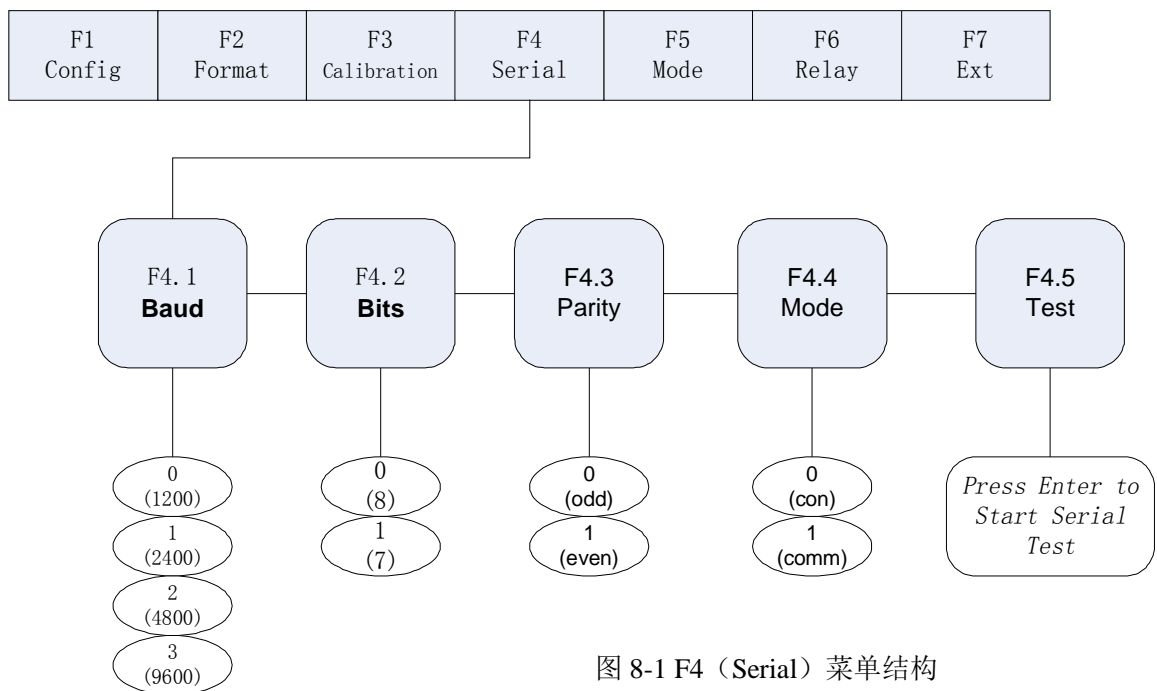
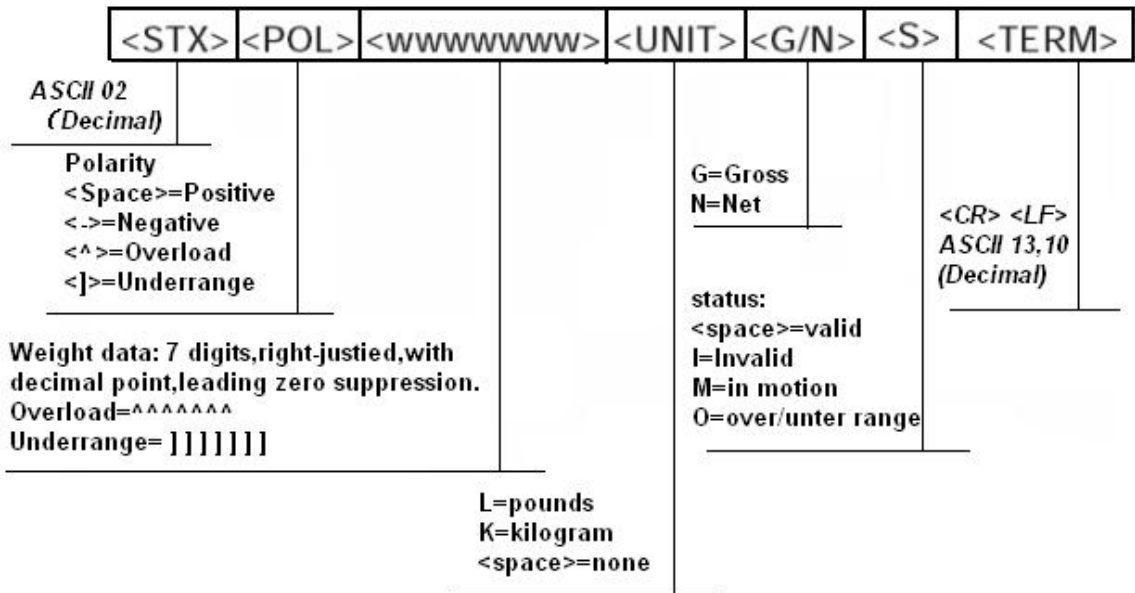

图 8-1 F4（Serial）菜单结构
图 8-2 连续发送模式数据发送格式
- (1) 使显示器进入设置工作状态（显示器显示“F 1”）。
- (2) 按 \blacktriangleright 键，直至显示器显示“F 4”（见图 8-1）。按 \blacktriangledown 键进入 F4 菜单，显示器显示“F 4.1”。
- (3) 当显示器显示“F 4.1”时，按 \blacktriangleright 键，直至显示器显示“F 4.4”。
- (4) 当显示器显示“F 4.4”时，按 \blacktriangledown 键，显示器显示串行通讯方式编号，用 \blacktriangleright 键使通讯方式编号=0（连续发送方式）。
- (5) 再按 3 次 \blacktriangle 键退出设置工作状态。选择通信方式为连续发送模式（F4.4=0）后，则在称重状态下，显示器按照图 8-2 所示格式，连续不断地向串行口发送数据。
- (1) 使 B 显示器进入设置工作状态（B 显示器显示“F 1”）。
- (2) 按 \blacktriangleright 键，直至 B 显示器显示“F 4”（见图 8-1）。按 \blacktriangledown 键进入 F4 菜单，B 显示器显示“F 4.1”。
- (3) 当 B 显示器显示“F 4.1”时，按 \blacktriangleright 键，直至 B 显示器显示“F 4.5”。
(4) 当 B 显示器显示“F 4.5”时，按  键，则 B 显示器向 A 显示器发送读取重量命令，并接收 A 显示器的应答信息。此时可能发生以下情况：
(5) B 显示器按  键退出通讯测试工作状态。